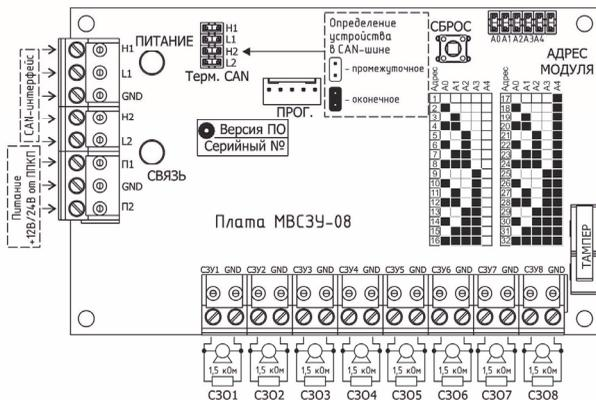

Рисунок 1 - Внешний вид платы МВСЗУ-08 и схема подключений
➤ **Плата МВСЗУ-08** (Рисунок 1) установлена внутри корпуса модуля и предназначена для реализации основных функциональных возможностей модуля.
- разъём системного программирования микроконтроллера (Рисунок 1 и Таблица 2);
- разъёмы (клеммные колодки) для подключения шлейфов СЗО (Рисунок 1 и Таблица 2);
- разъём для подключения источника питания 12/24 В - (Рисунок 1 и Таблица 2);
- два разъёма для подключения линий интерфейса CAN - (Рисунок 1 и Таблица 2);
- переключки установки CAN-адреса модуля (установка адреса) - (Рисунок 1, Таблицы 3 и 4);
- переключки установки подключения оконечных резисторов интерфейса CAN (Рисунок 1 и Табл. 3);
- кнопка переинициализации модуля «СБРОС» (Рисунок 1);
- детектор вскрытия корпуса «Тампер» (Рисунок 1).
Все входные и выходные цепи подключаются к модулю в соответствии со схемой подключения (Рисунок 1) с помощью клеммных колодок, расположенных на плате МВСЗУ-08.
Подключить провода питания модуля к соответствующим клеммам (Рисунок 1).
Подключить провода линии связи по интерфейсу CAN к соответствующим клеммам (Рисунок 1).
Подключить провода от исполнительных устройств (СЗО) к соответствующим контактам на плате МВСЗУ-08 (Рисунок 1, Таблица 2).
Установить при необходимости перемычки подключения оконечных резисторов – терминаторов интерфейса CAN и установки адреса модуля по интерфейсу CAN (Рисунок 1 и Таблицы 3 и 4).